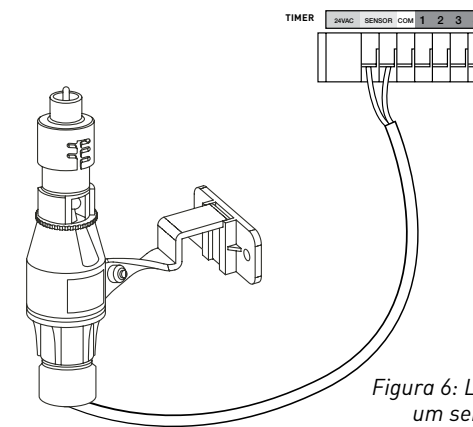

Figura 6: Ligar um sensor de chuva
- Ligue os fios do sensor de chuva às portas do terminal de ligações (cor amarela) com uma etiqueta de "Sensor" (consulte a figura 6).
- Coloque o interruptor do sensor ligado/desligado na posição ligada (ON) para iniciar a operação.